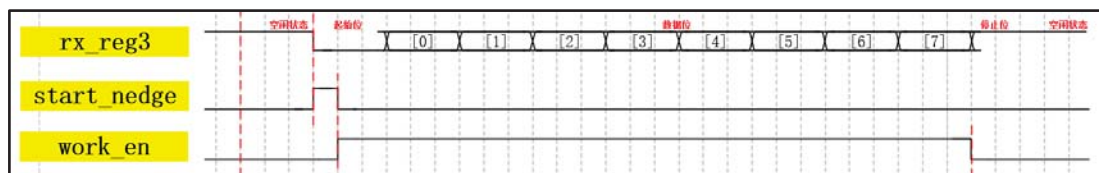

图 30-17 拉高工作使能信号波形图
**第三部分：**我们检测到了第一个下降沿，后面的信号将以下降沿标志信号 start\_nedge 为条件开始接收一帧 10bit 的数据。但新的问题又出现了，我们的 rx 信号本身就是 1bit 的，如果在判断第一个下降沿后，后面帧中的数据还可能会有下降沿出现，那我们会又产生一个 start\_nedge 标志信号，这样就出现了误判断，那我们该如何避免这种情况呢？这是一个值得思考的问题，在不知道答案之前我们可以发挥自己的想象并尝试使用各种方法来解决这个问题。我们知道在 Verilog 代码中标志信号（flag）和使能信号（en）都是非常有用的，标志信号只有一拍，非常适合我们产生像下降沿标志这种信号，而使能信号就特别适合在此处使用，即对一段时间区域进行控制锁定。如图 30-17 所示，当下降沿标志信号 start\_nedge 为高电平时拉高工作使能信号 work\_en（什么时候拉低在后面讲解），在 work\_en 信号为高的时间区域内虽然也会有下降沿 start\_nedge 标志信号产生，但是我们可以根据 work\_en 信号就可以判断出此时出现的 start\_nedge 标志信号并不是我们想要的串口帧起始下降沿，从而将其过滤除掉。